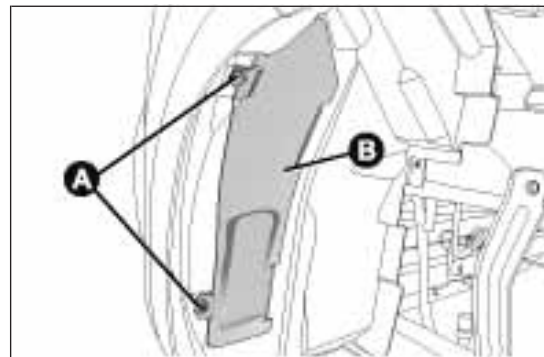

fig. 118
- agire sulle viti A fig. 118 e rimuovere lo sportello B;